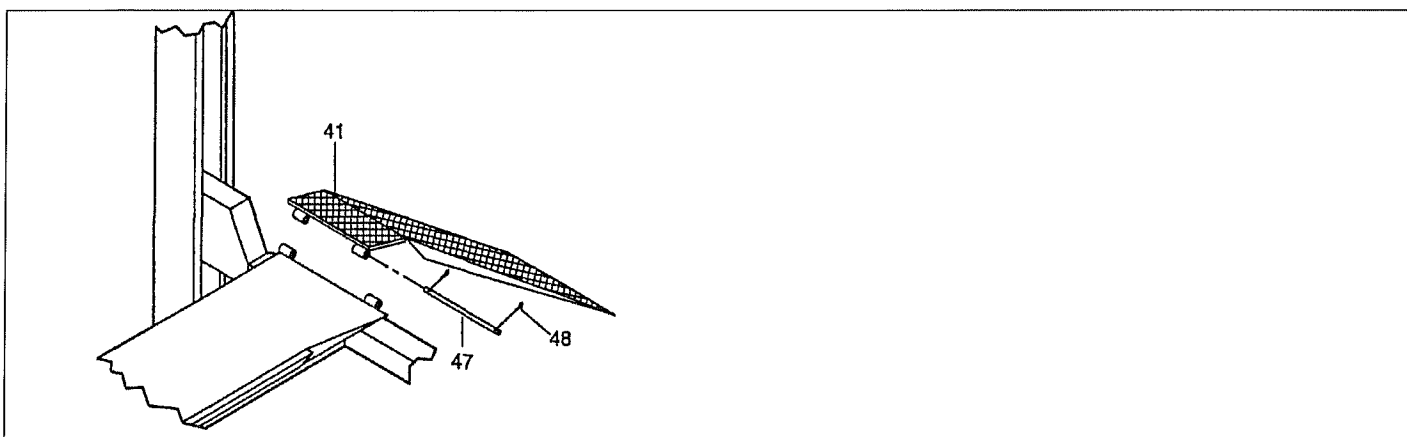

Рис. 57. Крепление упоров колес и рампы заезда автомобиля
Рампы заезда автомобиля (поз. 41, Рис. 57) и упоры для колес (42) могут устанавливаться на обоих концах платформ (7 - 8), в зависимости от потребностей пользователя. Вставьте ramпы заезда (41) в отверстия на конце платформы с требуемой стороны, а затем закрепите упоры колес (42) с противоположной стороны винтами M10x25 (43) с шайбами 11x30 (44) и гайками M10 (45).